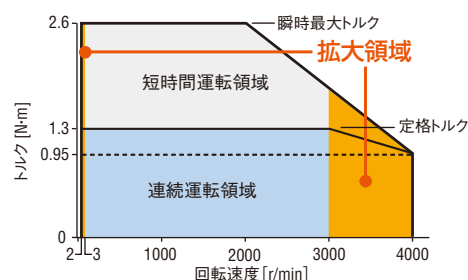

図 17 BXIIシリーズの回転速度-トルク特性 (BX56400C-A)
**BXII**シリーズは従来品と比較して、速度制御範囲を拡大しています。図 17 に **BXII**シリーズ 400W の回転速度-トルク特性を示します。従来品の速度制御範囲は 3 ~ 3000r/min、速度比は 1:1000 でしたが、**BXII**シリーズでは 2 ~ 4000r/min まで設定可能になり、速度比も 1:2000 と従来品と比較して 2 倍になりました。